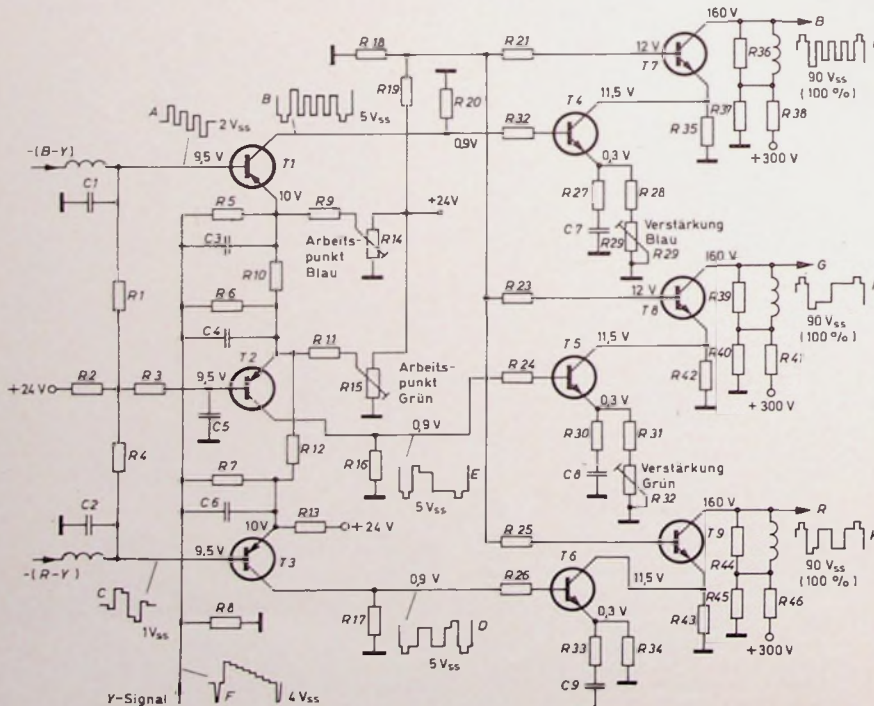

Bild 10. Matrix- und Endstufenschaltung der RGB-Konzeption
signale liefern, wie sie die Oszillogramme L, H und K im Bild 10 zeigen. Bei negativen Ansteuersignalen liegen die Synchronimpulse sowie der Schwarzpegel stets in positiver Signalrichtung, während der Weißwert in negativer Richtung liegt. Wird dagegen der Wehneltzylinder angesteuert, so müssen die Ausgangssignale positive Polarität haben; der Weißwert muß dann also im Oszillogramm oben liegen. Meistens wird jedoch die Katodenansteuerung bevorzugt, da man hierbei mit erheblich kleineren Signalamplituden auskommt (bis zu 100 Vss), um die Farbbildröhre voll auszusteuern.
An der Basis des Matrixtransistors T1 im Bild 10 steht das negative (B-Y)-Signal mit einer Amplitude von etwa 2 Vss, während an der Basis des Matrixtransistors T3 das negative (R-Y)-Signal mit einer Amplitude von etwa 1 Vss steht. Das Amplitudenverhältnis (R-Y) : (B-Y) hat somit einen Wert von etwa 2:1. Den Emittoren von T1 und T3 wird dagegen das Y-Signal (Oszillogramm F) mit einer Amplitude von etwa 4 Vss zugeführt. Das Y-Signal gelangt ferner auch zum Matrixtransistor T2, der das G-Signal erzeugt. Hierzu werden über den Widerstand R10 etwa 19 % des -(B-Y)-Signals und über den Widerstand R12 etwa 51 % des -(R-Y)-Signals dem Emittor von
zwischen Schwarz- und Weißwert genau 4 cm der Rasterfläche beträgt. Dieser Wert gilt dann als 100 %. Die Farbbalkensprünge sind dann jeweils 3 cm hoch; das gilt für alle Farbsignale. Will man die Verstärkungsfaktoren der drei Endstufen aufeinander abstimmen, so mißt man zunächst das Rot-Signal (R) und dann erst Blau und Grün, wobei sich Unterschiede mit den Verstärkungseinstellern für Blau und Grün, also mit R 29 und R 32 im Bild 10, auf einfache Weise ausgleichen lassen.
In der Praxis treten gelegentlich Fälle auf, bei denen das Normfarbbalkentestbild einwandfrei wiedergegeben wird. Erst die Frequenzstreifen 1, 2 und 3 MHz eines Schwarz-Weiß-Testbildes zeigen einen deutlichen Gelbstich, der besonders stark im 1-MHz-Streifen auftritt. Da dieser Fehler auf unterschiedliche Amplituden der RGB-Signale zurückzuführen ist, läßt sich die Fehlerursache nur mit dem Oszillografen einfach und sicher feststellen. Derartige Fehler entstehen beispielsweise bei einer Unterbrechung des Kondensators C 3 (Bild 10). Da jetzt das Y-Signal nicht mehr voll zum Blau-Transistor T 1 gelangt, ist das Amplitudenverhältnis der drei Signale gestört.